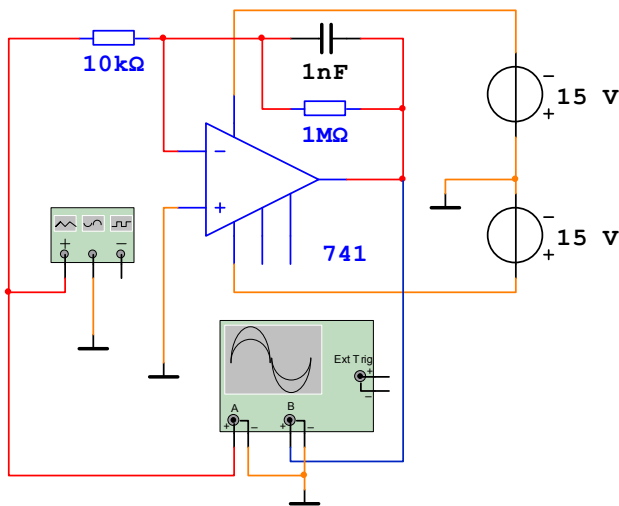
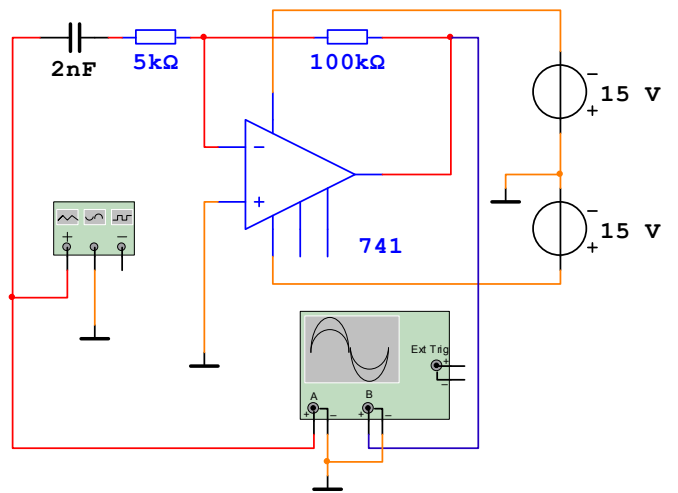

Рис.8.6
Рис.8.7
8.2.7. Соберите схемы инвертирующего интегратора и дифференциатора, изображенные на рис.8.6 и рис.8.7. Следует отметить, что резисторы 1 Мом и 5 кОм, включенные параллельно конденсатору интегратора и последовательно с конденсатором дифференциатора соответственно, необходимы только для корректной работы программы моделирования. Установите форму напряжения функционального генератора – прямоугольный импульс, частоту 1 кГц, амплитуду 100 мВ. Проверьте работу устройств и зарисуйте с экрана осциллографа временные зависимости входного и выходного напряжения. Сделайте выводы.